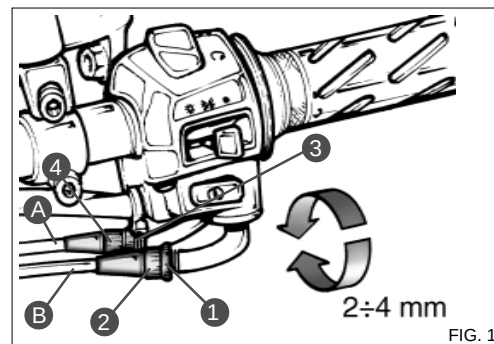

FIG. 1
Per accedere al filtro aria è necessario sollevare il serbatoio carburante, applicare l'asta fornita in dotazione come mostrato in fig. 2, rimuovere il coperchio attraverso le 4 viti di fig. 1. Per una pulizia accurata usare aria compressa avendo cura di soffiare dall'esterno per non forzare lo sporco nei pori.
*To gain access to the air filter, lift the fuel tank, fit the provided rod as shown in fig.2, remove the cover by loosening the 4 screws in fig.1. Carefully clean with compressed air by blowing in the air outwards to prevent the dirt from clogging the holes.*